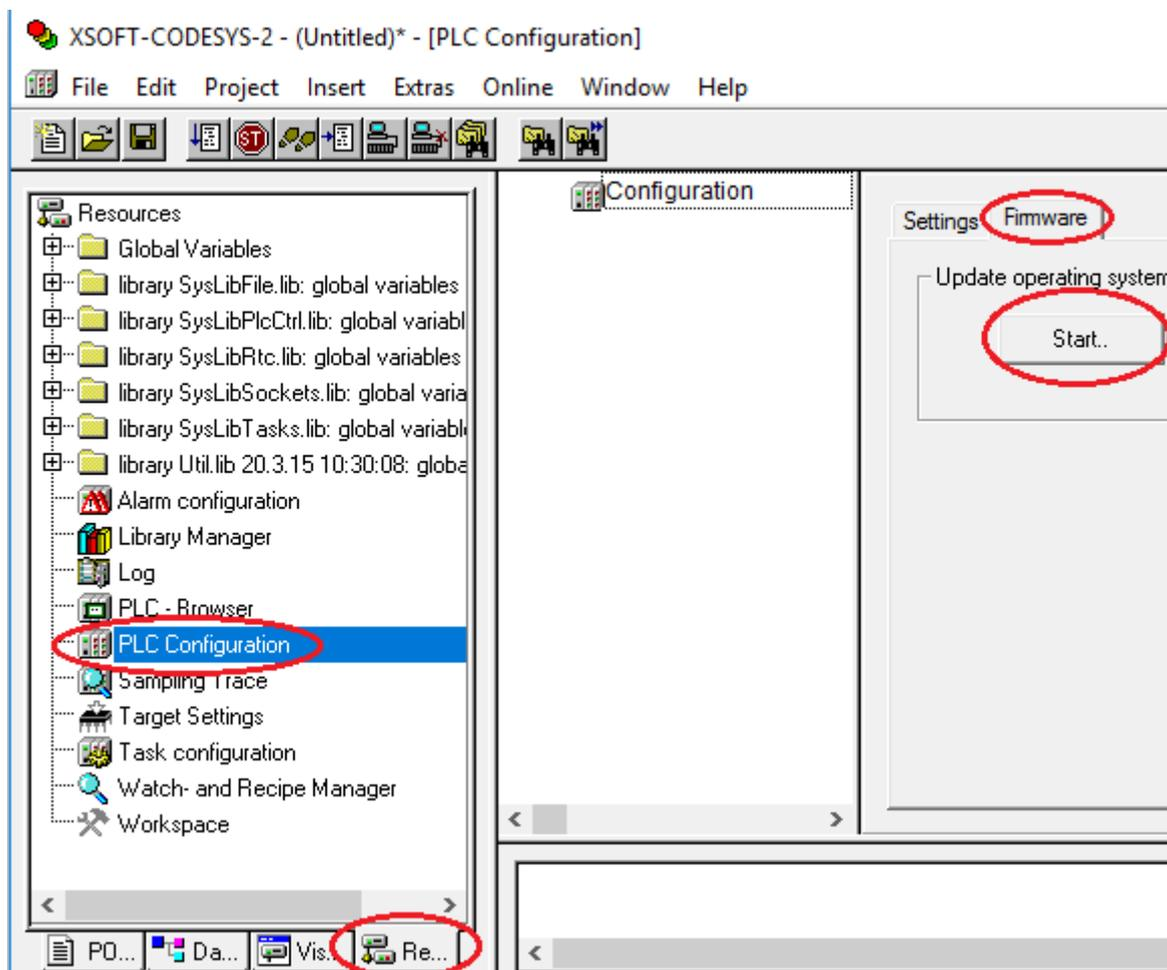

Рис. 113. Запуск прошивки HMI панели
7. Перейдите во вкладку ресурсов, зайдите в конфигурацию ПЛК, выберите Firmware и нажмите кнопку Start (рис. 113).